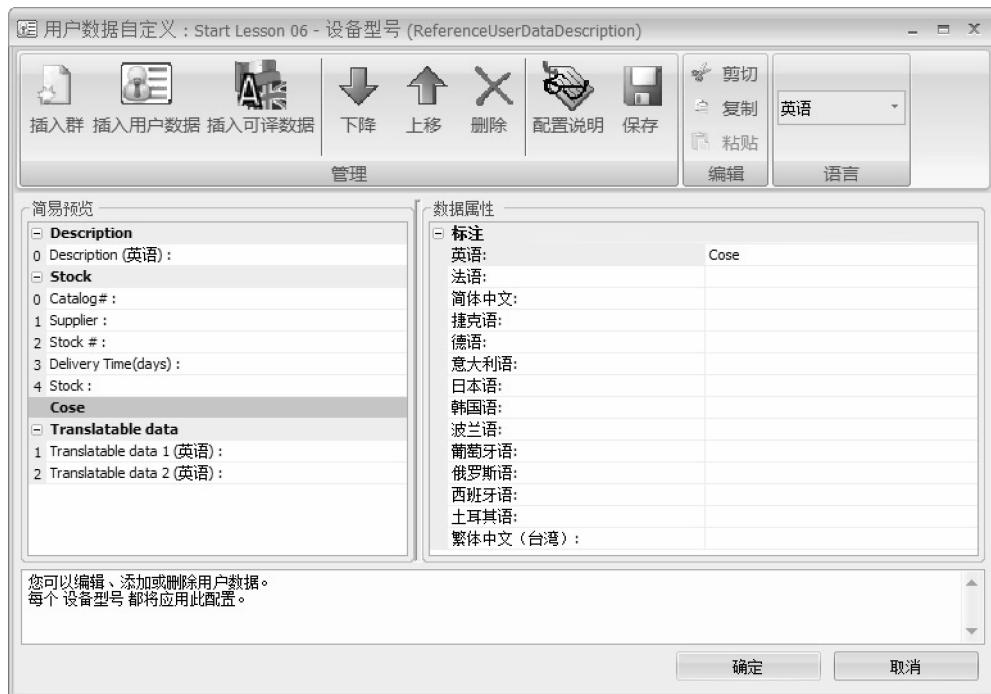
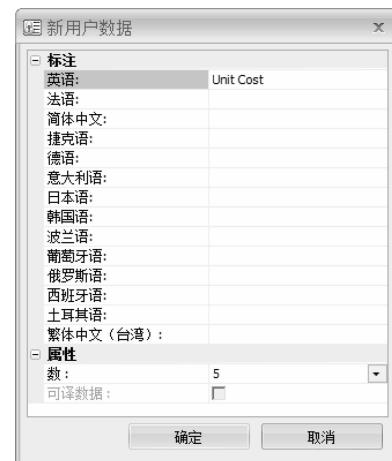

图 6-12 创建新用户群
图 6-13 创建说明
**步骤 10 创建新用户群** 单击【可译数据群】，单击【插入群】。输入如图 6-12 所示标注，单击【确定】，创建一个新的群。选择新创建的群 Cose，单击【插入用户数据】，然后输入如图 6-13 所示的标注，单击【确定】。